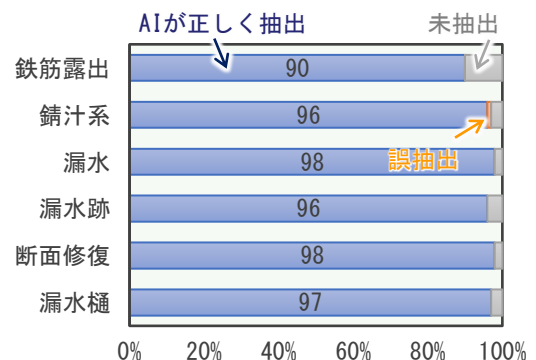

図2 変状抽出 AI の精度検証結果の例
- 漏水などの変状発生箇所を 90%以上の精度で抽出できます（図2）。